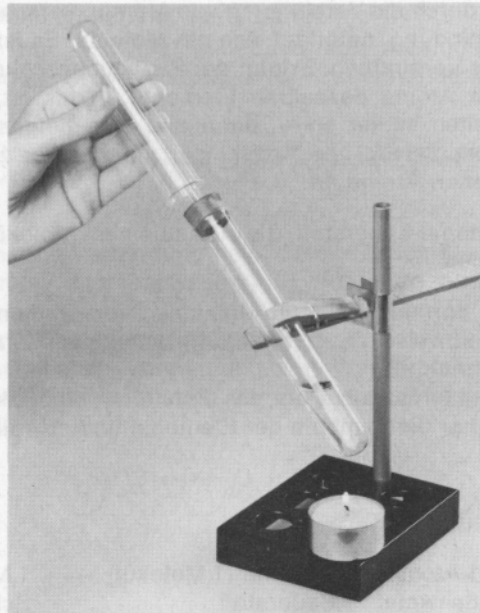

Abb. 5
- 1.6. Durch Erhitzen kann auch das Lösungsmittel, also Wasser, zurückgewonnen werden. Fülle ein großes Reagenzglas zu einem Drittel mit Wasser und gib einige wenige Körnchen Kaliumpermanganat hinzu. Verschließe es mit einem durchbohrten Stopfen, durch dessen Bohrung du ein Glasrohr steckst. Erhitze die Lösung über der Kerzenflamme bis zum Sieden. Halte über die Öffnung des Glasrohres ein zweites Reagenzglas und laß den Dampf einströmen (Abb. 5). Beim Erhitzen verdampft das Wasser und schlägt sich in kleinen Tröpfchen im darübergehaltenen kalten Reagenzglas nieder. Das gelöste Kaliumpermanganat bleibt zurück. Diesen Vorgang nennt man **Destillation**. Das aufgefangene Wasser ist chemisch reines Wasser, auch **destilliertes Wasser** genannt.